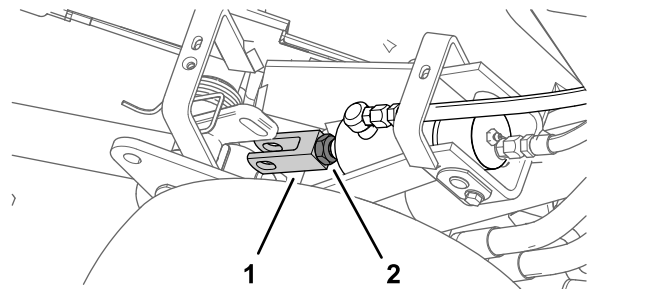

**Figure 51**
2. Retirez les boulons qui fixent la plaque de protection du vérin de levage que vous réglez aux supports du châssis (Figure 51).